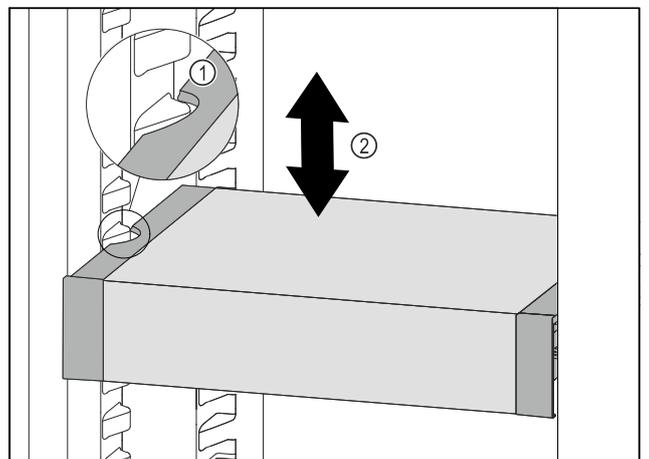

Fig. 41
- ▶ Потягнути VarioSafe вперед, поки бокові заглиблення VarioSafe не опиняться на рівні ребра для резервуара в охолоджувальному відділенні. Fig. 41 (1)
- ▶ Пересувати VarioSafe вгору або вниз в охолоджувальному відділенні до тих пір, поки не досягнете бажаної висоти. Fig. 41 (2)